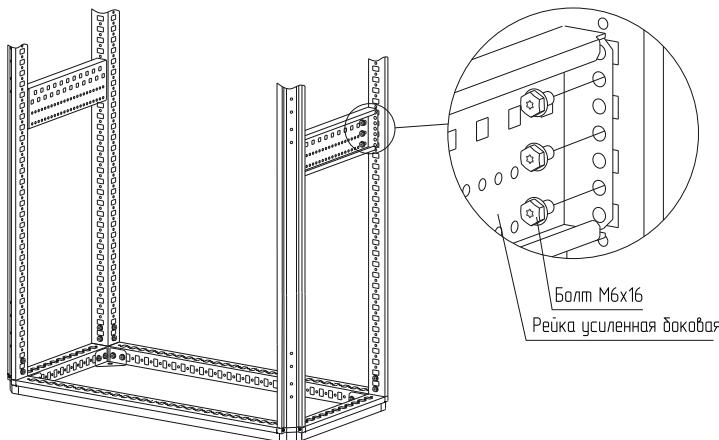

Рисунок 37
4.20.2 Установите рейку усиленную боковую на соответствующую высоту и закрепите болтами M6×16 (рисунок 37). Момент затяжки – 7 Н·м. Болты приобретаются отдельно.